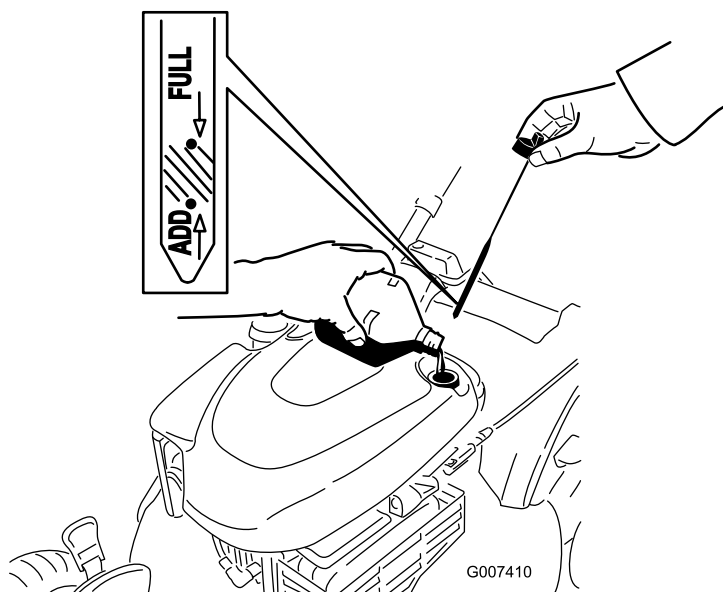

Figura 7
2. Retire la varilla (Figura 7) y vierta aproximadamente tres cuartas partes de la capacidad total del cárter por el tubo de llenado de aceite.
5. Retire la varilla y compruebe el nivel de aceite en la varilla; consulte Figura 7.
del aceite sea correcto, según se muestra en Figura 7.